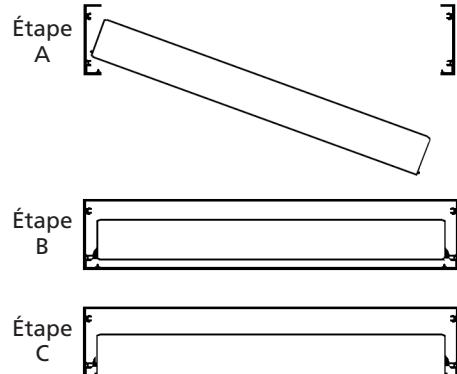

Figure 6
3. Enlever un cadre d'extrémité et installer le panneau chauffant dans les cadres latéraux, comme indiqué à la Figure 6.